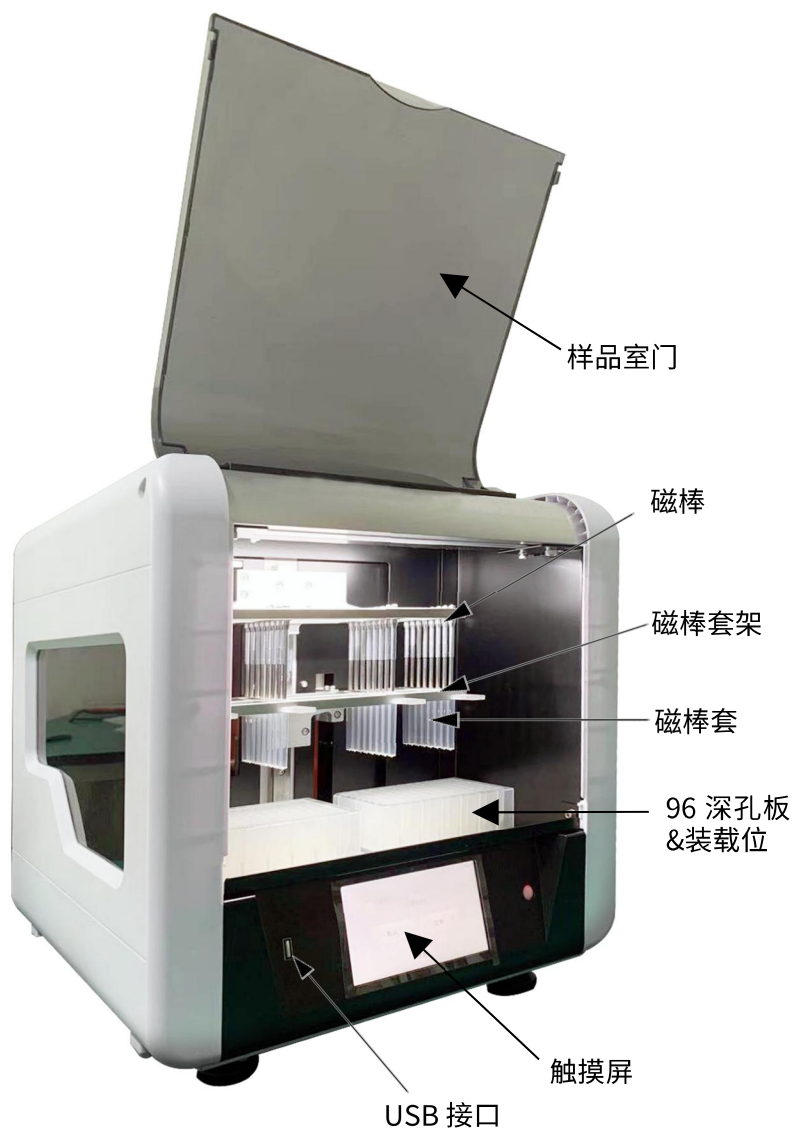

图 2-1. Purifier 32 前视图
**前视图** Purifier 32 的前视图，请见图 2-1。
Purifier 32（图 2-1）有 2 个深孔板板位。磁棒套与深孔板相匹配。在各个步骤中，深孔板保持静止，唯一移动的组件是带有磁棒套和磁棒的磁头。磁头由两个垂直移动的平台组成。一个用于磁棒（32 根），另一个用于磁棒套。